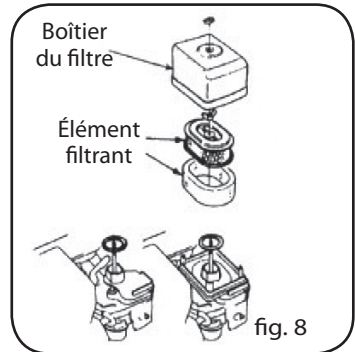

fig. 8
1. FILTRE À DOUBLE ÉLÉMENT (Fig. 8)